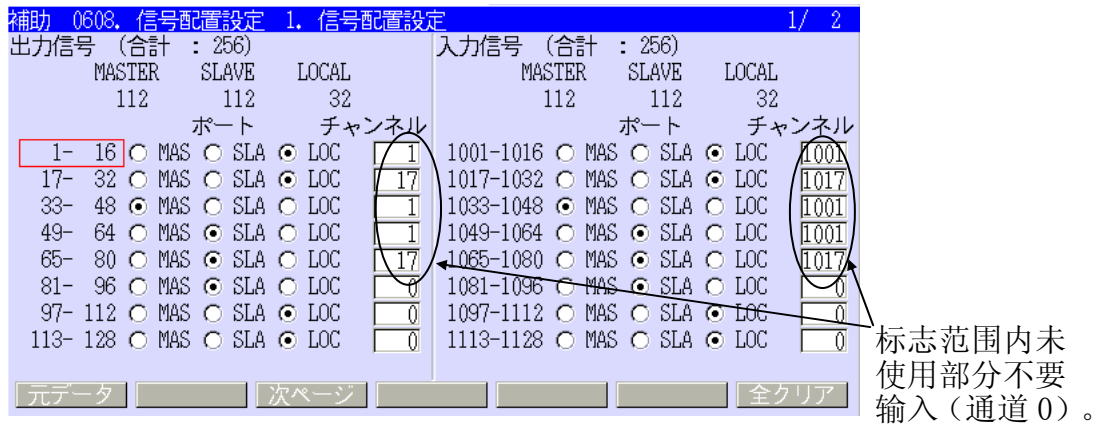

图 5.2 辅助 0608-1 信号配置设定变更内容
- (1) 将主信号数量变更为 16 时, 用[辅助 0608]-[1. 信号配置设定]将主信号配置变为只分摊 16 点(图 5.2)。信号配置设定的方法请参看 6.2 信号配置数据设定。